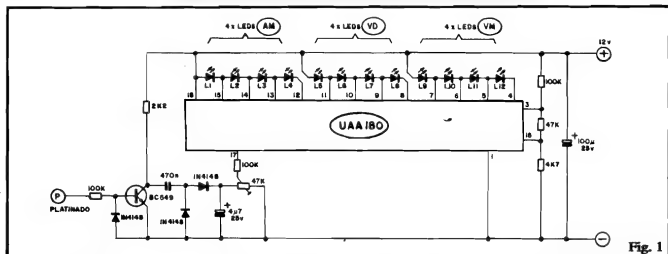

Fig. 1
O "esquema" do COGIBA está na fig. 1. O núcleo do circuito é formado pelo integrado UAA180, que "embute" uma série de 12 comparadores (com saídas escalonadas, em grupos de 4, referidas a + V...), com um acesso geral de entrada (pino 17). Os pinos 3 e 16 recebem (via "totem resistivo" formado pelos componentes de 100K, 47K e 4K7) tensões de referência que determinam a base e o topo da escala de comparação de tensões. Com tal pre-dimensionamento da escala, quanto maior for a tensão aplicada ao pino de entrada (17), mais LEDs da barra de 12 pontos se iluminarão, numa razão proporcional "degrau a degrau" (daí a denominação "análogo-digital" que atribuímos ao sistema...).